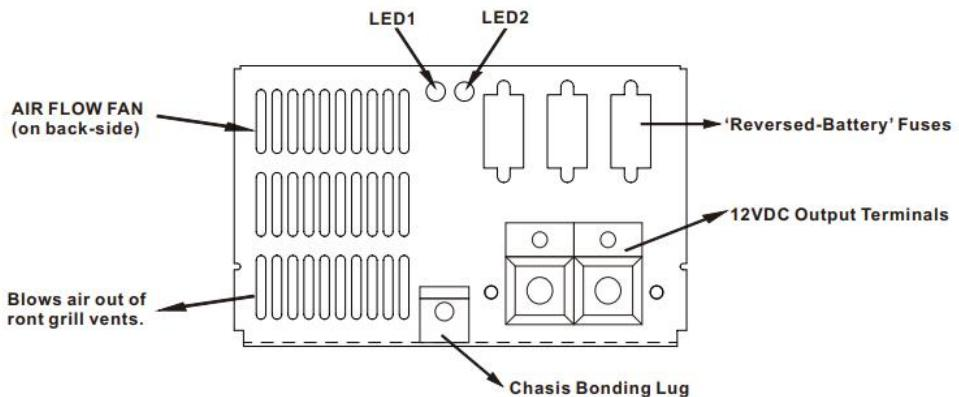

Figura 4
13. La luce verde sul LED1 indica che l'alimentazione in uscita funziona normalmente o che la ricarica è terminata, mentre la luce arancione indica che la ricarica è in corso. Il lampeggiamento indica un malfunzionamento. La luce verde LED2 indica il funzionamento in modalità di ricarica della batteria al piombo, la luce rossa indica il funzionamento in modalità di uscita fissa, la luce arancione, ecc. indica il funzionamento in modalità batteria al litio. (Figura 4).